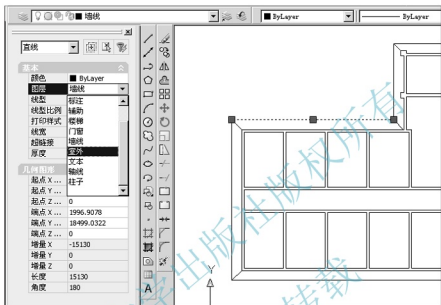

图 2.70 利用【对象特性】命令换图层
(1) 在无命令情况下,单击位于【墙线】图层上的散水线,出现夹点。
(2) 单击【标准】工具栏上的【对象特性】图标或执行菜单栏中的【修改】|【特性】命令，打开【对象特性管理器】对话框。
(3) 在【对象特性管理器】对话框中的图层右侧的文本框内单击，出现下拉按钮，然后将其下拉列表打开，选中【室外】图层，如图 2.70 所示。
(4) 按 Esc 键取消夹点，则该图形被换到【室外】图层上。